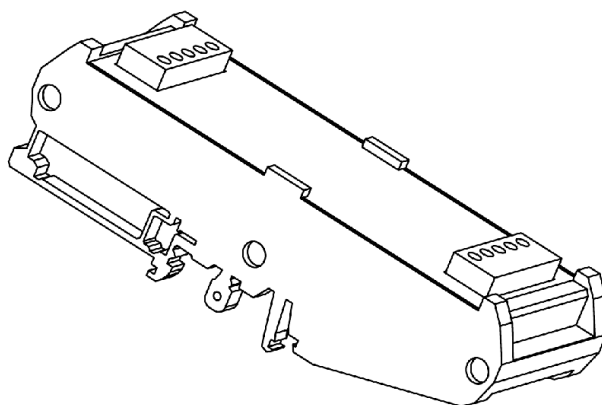

Рис. 5. Блок КИП.SKDE
- Блок КИП.SKDE, опционально (Рис. 5).